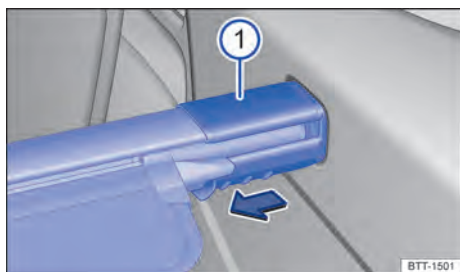

Fig. 188 No compartimento de bagagem: desinstalar a cobertura do compartimento de bagagem.
- Pressionar o suporte de fixação da cobertura do compartimento de bagagem → Fig. 188 ① na direção da seta e mantê-lo pressionado.
- Remover a cobertura do compartimento de bagagem por cima e soltar a fixação → Fig. 188 ①.
- Mover o suporte de fixação → Fig. 188 ① na admissão do revestimento lateral correspondente.